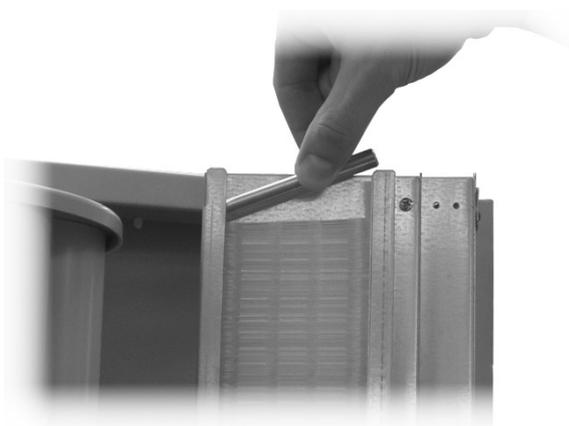

Abb. 55
- Nach Beendigung des Füllvorgangs das Gegengewicht wieder einsetzen (Abb. 55).